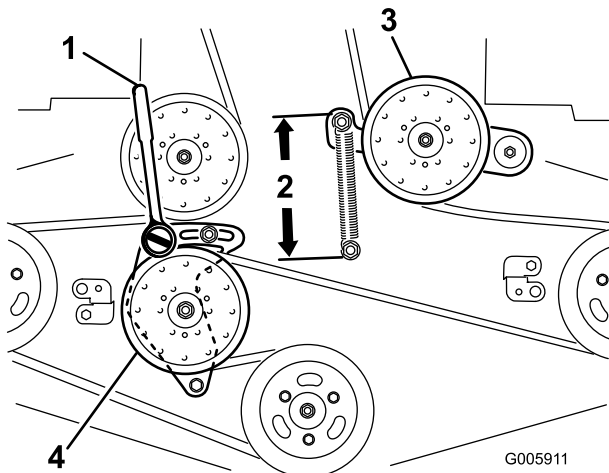

Bild 64
6. Lösen Sie den starren Spannarm und stellen Sie ihn ein, um die Riemenspannung zu lösen (Bild 64).
9. Setzen Sie eine Ratsche mit einem kurzen Griff oder ein Stemmeisen in das rechteckige Loch im fixierten Spannarm ein (Bild 64).
11. Drehen Sie zum Erhöhen der Riemenspannung die Ratsche oder das Stemmeisen nach links, um den starren Spannarm zu bewegen, bis Sie einen Abstand von 16,5 cm zwischen den Federhaken erhalten (Bild 64).